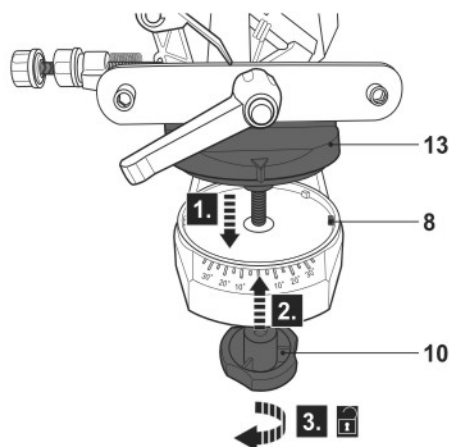

Fig. 1
- > Desaperte e remova o retentor de torno (10).
- > Deslize o torno (13) com a rosca através da placa de base (8) (Fig. 1 + 2).
- > A partir de baixo, fixe o torno (13) à placa de base (8) com o retentor de torno (10) rodando-o para a direita.